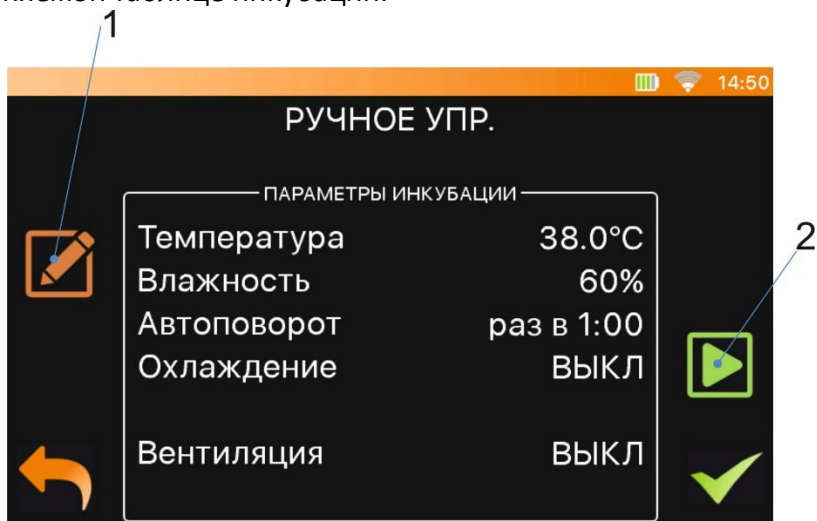

Рисунок 5.5 – Ручное управление
1. Нажать на иконку «РЕДАКТИРОВАТЬ» (Рис.5.5, поз.1)
Для запуска программы инкубации нажмите иконку «СТАРТ» (Рис.5.5, поз.2).